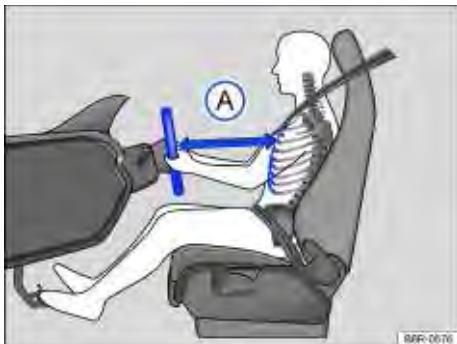
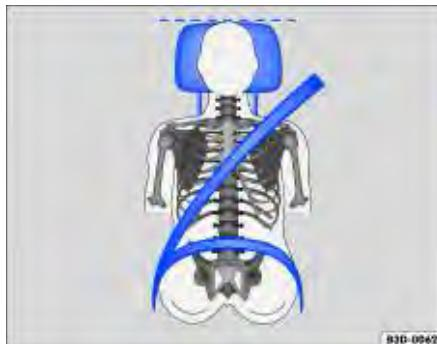

Fig. 30 A distância correta entre o condutor e o volante **(A)** deve ser de, no mínimo, 25 cm.
Fig. 31 Posição correta do cadarço do cinto de segurança e ajuste correto do apoio para cabeça.
- Ajustar o banco de modo que a distância entre ele e o tórax tenha no mínimo 25 cm \Rightarrow **Fig. 30 (A)** e que o condutor possa segurar o volante pela borda externa com as duas mãos e os braços ligeiramente dobrados.
- Ajustar o banco do condutor na direção longitudinal de modo que os pedais possam ser acionados com as pernas ligeiramente arqueadas \Rightarrow **Fig. 30**.
- Para os assentos com apoio para cabeça: ajustar o apoio para cabeça de modo que a sua borda superior se encontre preferencialmente na mesma linha da parte superior da cabeça \Rightarrow **Fig. 30** e \Rightarrow **Fig. 31** – porém não abaixo da altura dos olhos. Posicionar a parte posterior da cabeça o maiserto possível do apoio para cabeça.
Ajustar a distância correta entre o condutor e o volante \Rightarrow Fig. 30 com ajuda do comando do banco do condutor \Rightarrow Página 51.